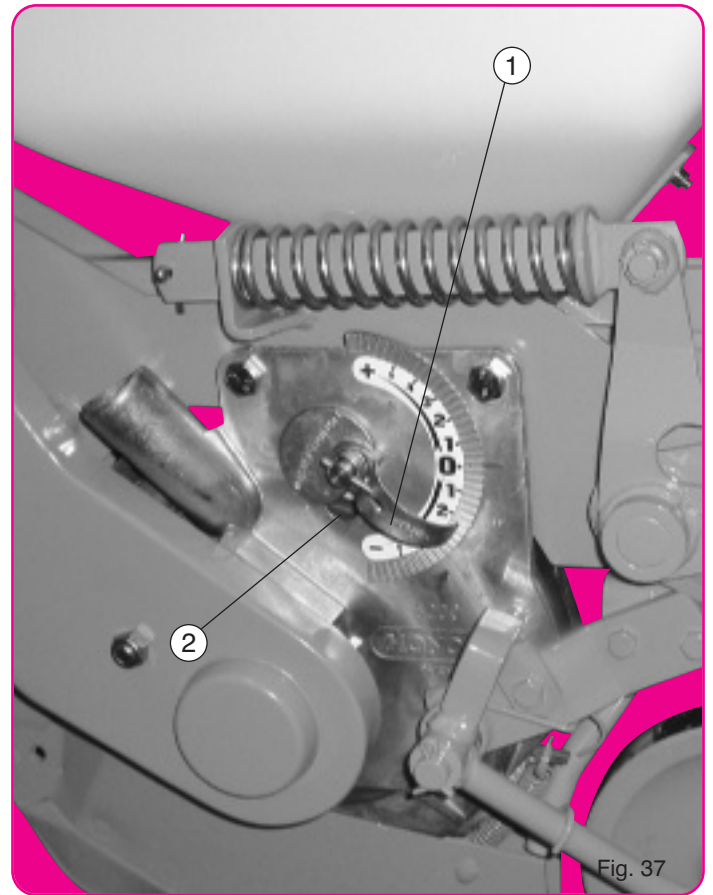

Fig. 37
L'index ① descendu vers le - (fig. 37) rapproche la plaque des trous, réduit l'aspiration (en ouvrant la prise d'air ②) ce qui provoque une tendance aux manques. Une fenêtre de contrôle sur le couvercle permet de s'assurer des résultats.
When the indicator ① is positioned to - (fig. 37), it lowers the scraper over the holes, reducing the degree of suction (opening the size of the hole ②). This may cause skipping. A control window in the cover allows you to check the results.
El índice ① girado hacia - (fig. 37) aproxima la placa a los agujeros, reduce la aspiración (abriendo la toma de aire ②), lo que provoca una tendencia a las faltas. Una ventanilla de control sobre la tapa permite controlar los resultados.